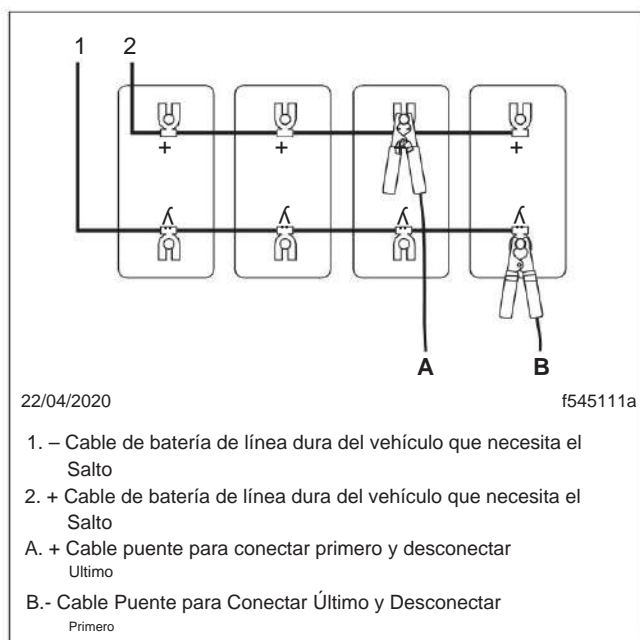

Fig. 26.2, Conexiones de puente en el vehículo que necesita arranque auxiliar
3. Conecte el cable puente positivo (+) al poste positivo de la batería o al poste de arranque auxiliar en el vehículo que necesita el arranque auxiliar. Consulte la leyenda A en la Fig. 26.2.
6. Luego conecte (tierra) el otro extremo del cable a una batería negativa o poste de arranque auxiliar en el vehículo que necesita un arranque auxiliar. Consulte la leyenda B en la Fig. 26.2.
10. Desconecte el cable puente negativo (puesto a tierra) del vehículo que necesitaba el arranque auxiliar. Consulte la leyenda B en la Fig. 26.2.
13. Luego, desconecte el otro extremo del cable puente positivo de la batería positiva o del poste de arranque auxiliar del vehículo que recibió el arranque auxiliar. Consulte la leyenda A en la Fig. 26.2.